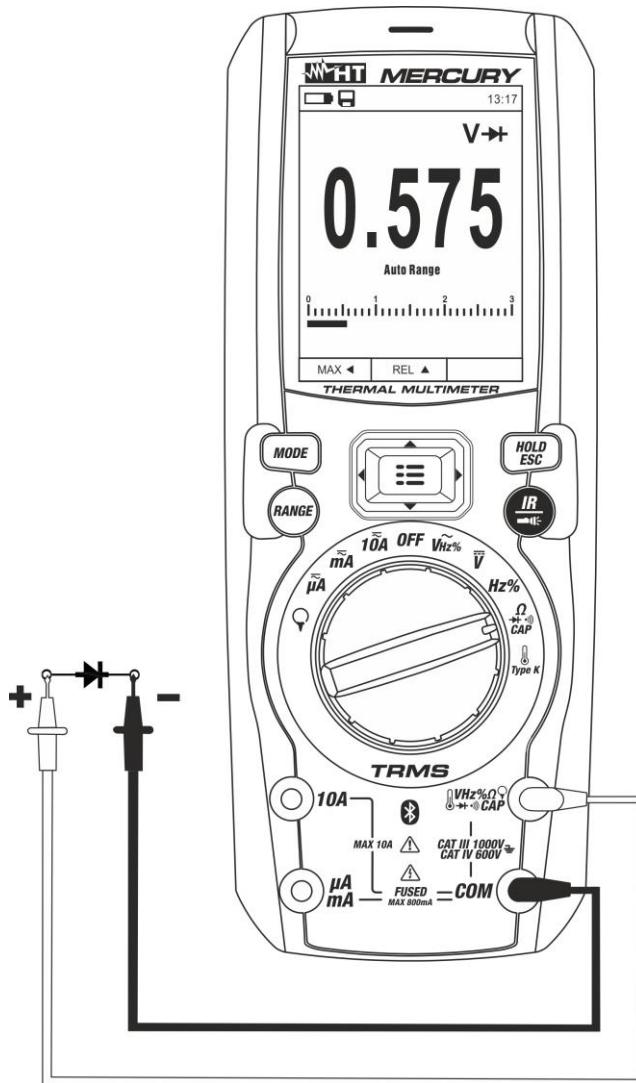

Fig. 25: Uso do instrumento para o Teste de díodos
4. Colocar as ponteiras nas extremidades do diodo em exame (ver Fig. 25) respeitando as polaridades indicadas. O valor da tensão do patamar em polarização direta é apresentado no display
6. Se o instrumento apresenta a mensagem "OL" os terminais do diodo estão invertidos em relação ao indicado na Fig. 25 ou a junção P-N do diodo está danificada